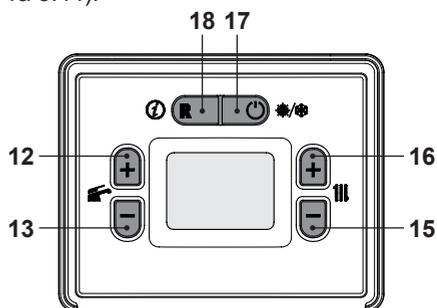

Figura 5.43
- Entrare in "modalità programmazione" premendo contemporaneamente per 5 secondi i tasti 17 e 18 (Figura 5.43). Sul display LCD appare il codice **P00**, indicante l'entrata nel "parametro P00" (Figura 5.44).
- Premendo il tasto 16 (Figura 5.43) sul display LCD appare il valore del parametro P03 (Figura 5.46).
- Premendo il tasto 12 o 13 (Figura 5.43) si ottiene la conferma del valore inserito e si ritorna alla lista parametri (Figura 5.45).
- Premendo il tasto 17 (Figura 5.43) si esce dalla "modalità programmazione".